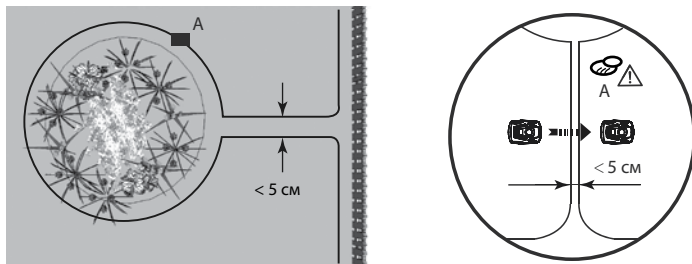

Рис. 15
2) Сделайте расстояние между двумя параллельными проводами менее 5 см, не пересекая провода. В таком случае газонокосилка не распознает провод и свободно перемещается через него (рис. 15).